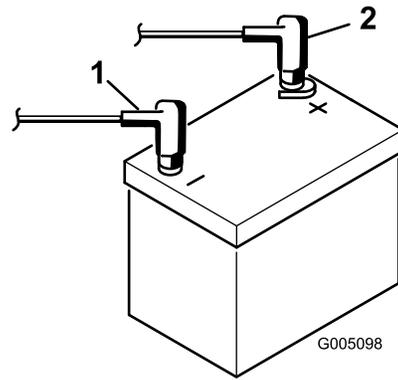

Figure 9
- Raccordez le câble positif (rouge) de la batterie à la borne positive (+) et le câble négatif (noir) à la borne négative (-), et fixez-les en place avec les boulons et les écrous (Figure 9). Placez le capuchon en caoutchouc sur la borne positive pour éviter les courts-circuits.